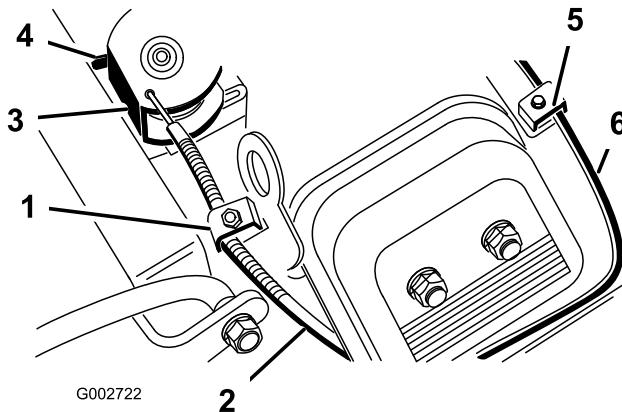

Bild 38
4. Ziehen Sie fest am Bowdenzug, bis die Rückseite des Drehzapfens den Anschlag berührt (Bild 38).
2. Lockern Sie die Klemmschraube des Bowdenzugs, mit der dieser am Motor befestigt ist (Bild 38).
2. Lockern Sie die Klemmschraube des Chokezugs, mit der dieser am Motor befestigt ist (Bild 38).
4. Ziehen Sie fest am Chokezug (Bild 38), bis die Choke-Drosselklappe ganz geschlossen ist; ziehen Sie dann die Klemmschraube des Chokezugs fest.